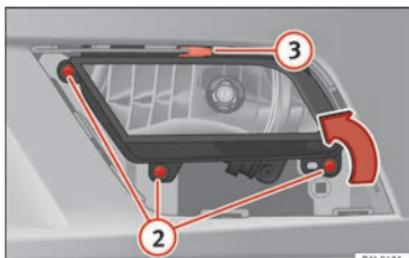

Fig. 190 Phare antibrouillard.
- Retirez les 3 vis » fig. 190 ② pour extraire le phare antibrouillard.
- Retirez l'agrafe métallique située sur la partie supérieure du phare antibrouillard vers l'extérieur du véhicule » fig. 190 ③.